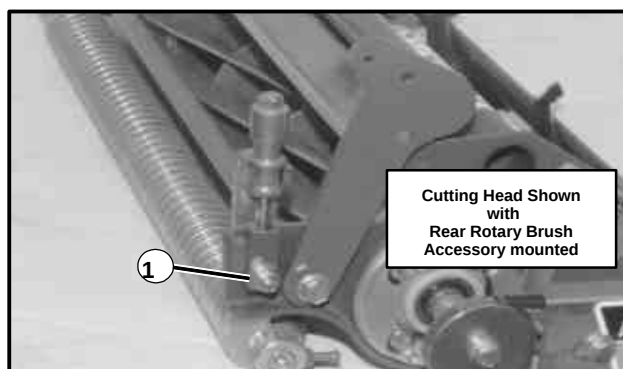

Abbildung 17
2. Die Sicherungsmutter an **einem** der vorderen Rolleneinstellträger gerade soviel lockern, daß eine Einstellung möglich ist (siehe Abb. 17).